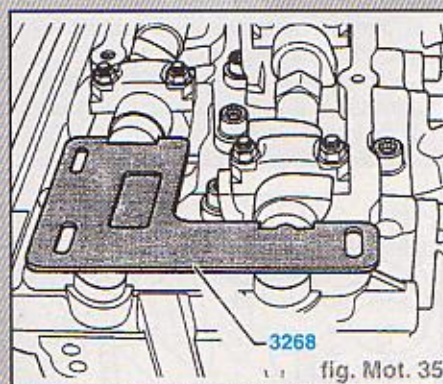

fig. Mot. 35
- La règle pour arbres à cames **3268** doit pouvoir être engagée dans la rainure de l'arbre à cames longue et arriver à ras de l'épaulement de l'arbre à cames court (fig Mot. 35).